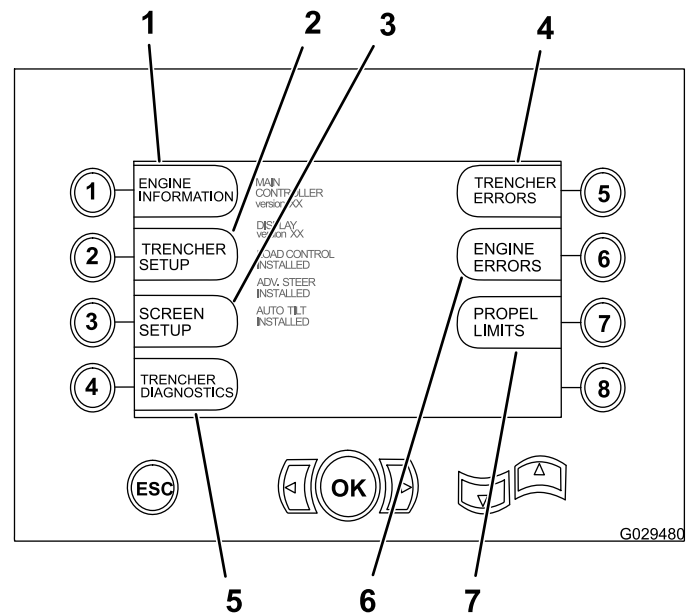

Bild 36
Für den Zugriff auf den Hauptauswahlbildschirm drücken Sie gleichzeitig die Tasten Pfeil-Ab und Pfeil-Auf und lassen sie dann los (Bild 36). Auf diesem Bildschirm kann der Benutzer unter den in Bild 36 angezeigten Funktionsbildschirmen auswählen.
1. Für den Zugriff auf die Einstellungen für die Fahrgeschwindigkeitsbegrenzung drücken Sie die Taste Nr. 7 auf dem Hauptauswahlbildschirm, siehe Bild 36 in Zugreifen auf den Hauptauswahlbildschirm (Seite 34).